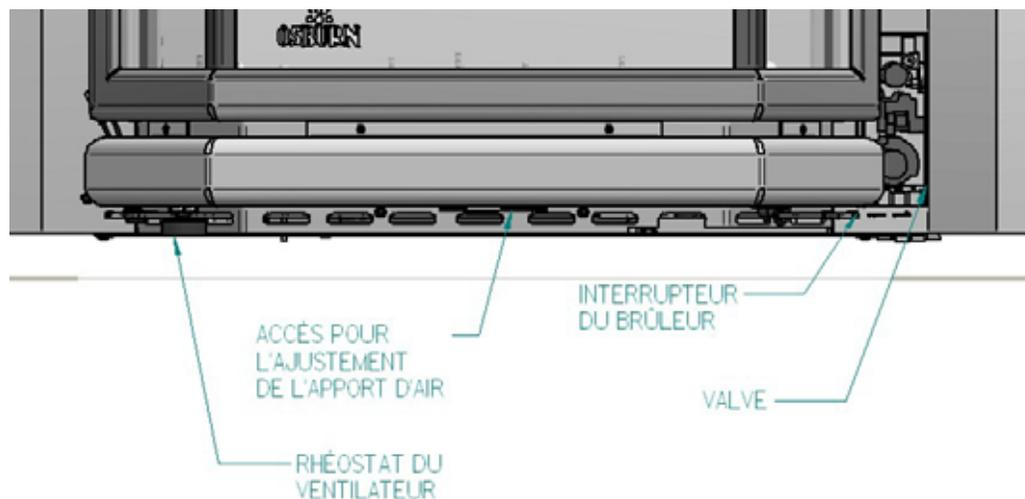

Figure 2
1. Pour éteindre seulement le brûleur principal, éteignez l'interrupteur mural, le thermostat ou l'interrupteur Marche/Arrêt qui se trouve à gauche sous la tablette à cendres tel qu'illustré à la figure 2.
Le bouton du ventilateur est situé à la gauche sous la tablette décorative (figure 2) à l'avant de l'appareil et peut être ajusté aux positions suivantes:
L'interrupteur de commande du brûleur est situé à la droite sous la tablette décorative avant (Figure 2). Pour une plus grande commodité, le poêle peut également être actionné par un thermostat, un interrupteur mural ou une télécommande. L'utilisation d'un thermostat mural est requis lorsqu'un appareil est installé dans une chambre à coucher. On pourra se procurer un thermostat et/ou une télécommande fonctionnant sur millivolts auprès de tout détaillant Osburn autorisé.